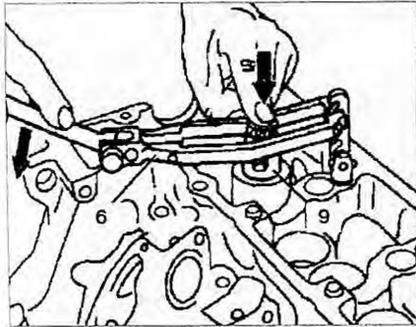

Рис. 2.18. Легенко надавите большим пальцем на гофрированный болт патрона **9** и надавите упорной вилкой **6** вниз до полной остановки.
12. Легенко надавите большим пальцем на гофрированный болт патрона **9** и надавите упорной вилкой **6** вниз до полной остановки (рис. 2.18). Сухари снимаются автоматически.